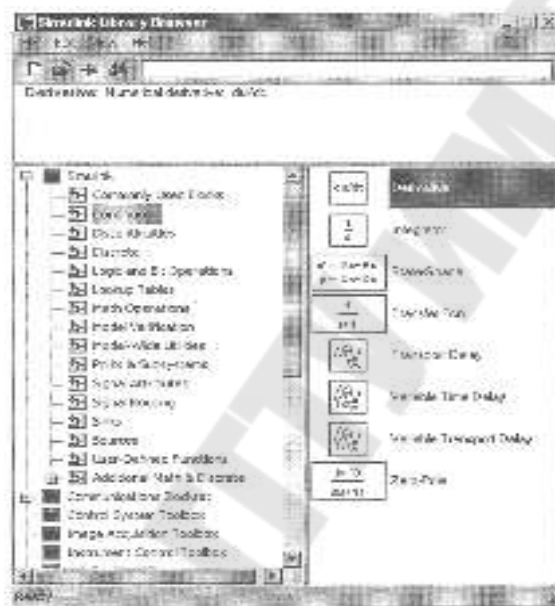
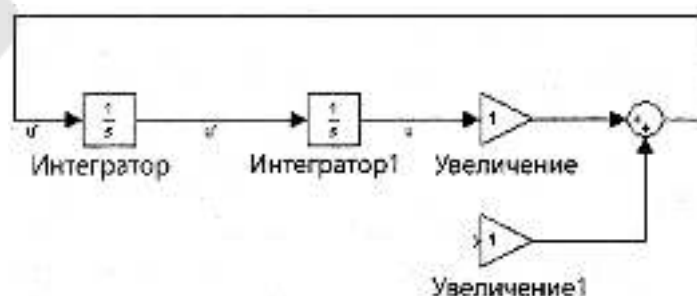

Рис. 1.2. Библиотека **Continuous** (Постоянные)
Рис. 1.4. Вторая стадия модели в программе Simulink
Сначала нам необходимо уяснить, как представить уравнение в виде, в котором программа Simulink сможет его моделировать. Вот один из таких способов. Так как временная переменная является постоянной (непрерывной), сначала мы открываем библиотеку **Continuous** (Постоянные) в системе **Windows** - либо щелкнув мышью на маленьком значке + слева от значка **Continuous**(Постоянные) в правой верхней части окна (рис. 1.1), или щелкнув мышью на маленьком значке слева от слова «Continuous» (Постоянные) в левой части окна **Simulink Library Browser** (Обзор библиотеки Simulink). В системе **Windows** после открытия библиотека **Continuous** (Постоянные) выглядит так (рис. 1.2).
3)Теперь нам необходимо использовать дифференциальное уравнение, которое можно записать в форме  $u'' = -5u - 2u'$ . Нам необходимо добавить другие блоки, чтобы связать  $u''$ , ввод первого блока **Integrator** (Интегратор), с  $u$  и  $u'$  соответственно этому уравнению. Для этой цели мы добавляем два блока **Gain** (Увеличение), которые выполняют умножение по константе, и один блок **Sum** (Сумма), используемый для сложения. Все они выбираются из библиотеки **Math Operations** (Математические операции) (седьмая сверху на рис. 1.2). После их извлечения (тем же способом, что и блоки **Integrator** (Интегратор)) мы получим окно модели, которое выглядит так (рис. 1.4).